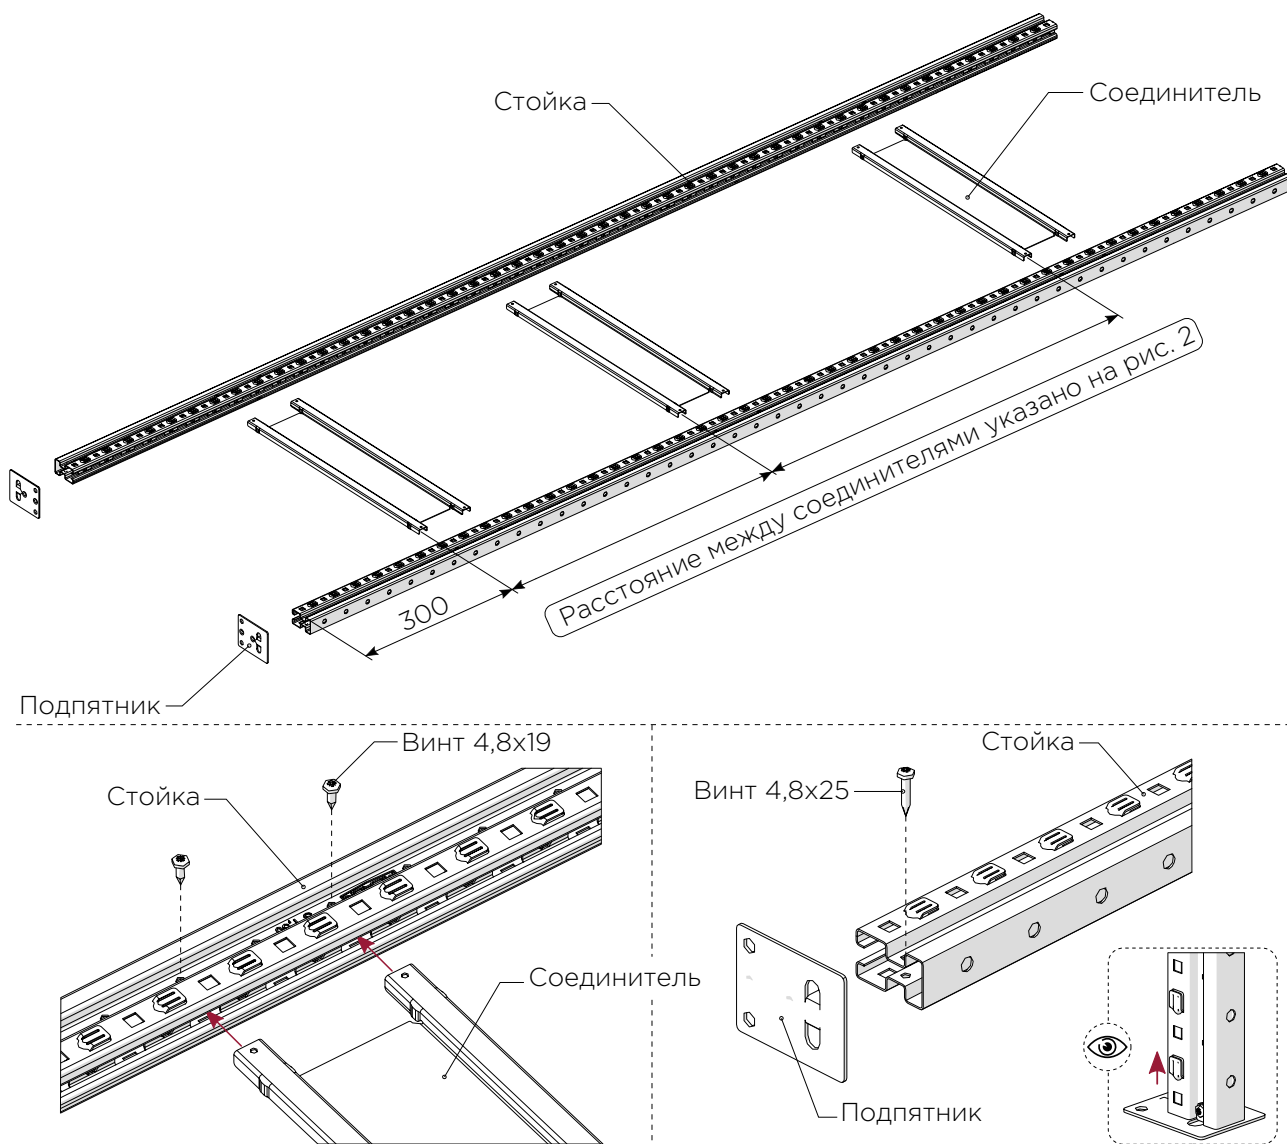
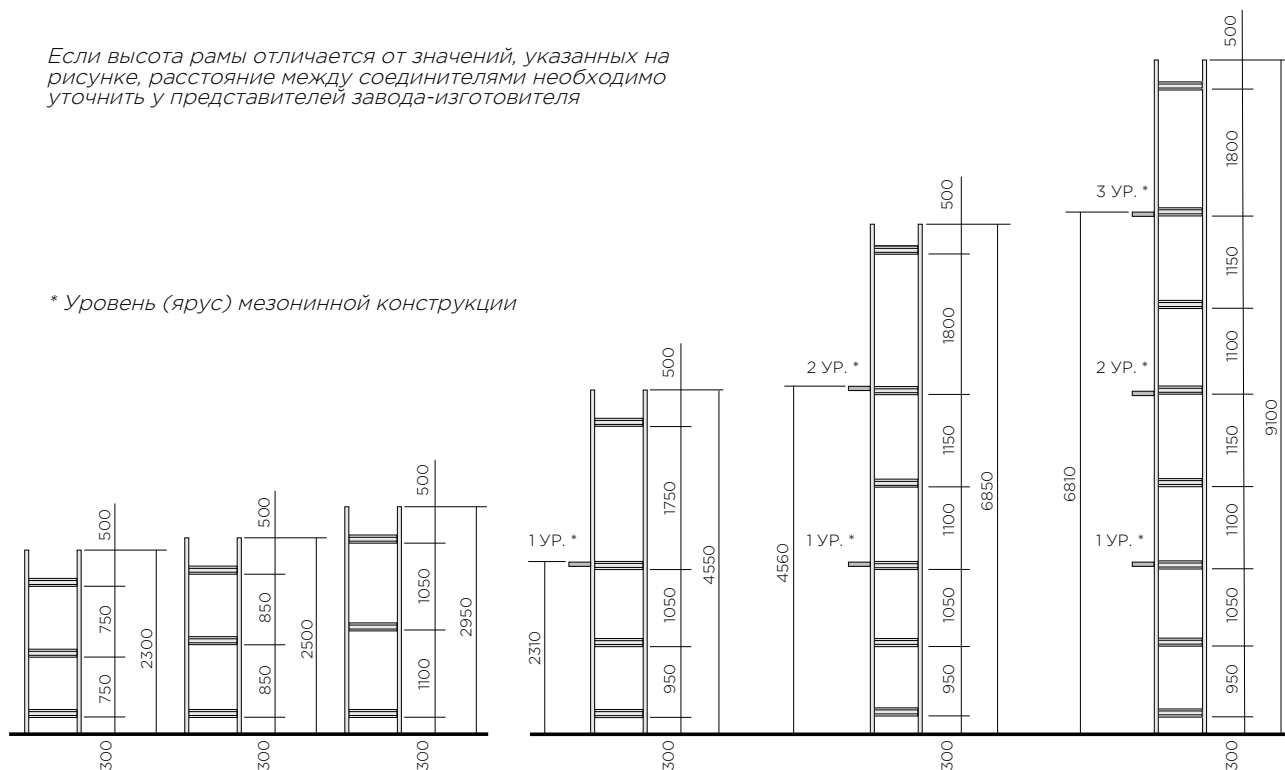

Рисунок 1 — Монтаж рамы
Рисунок 2 — Схема расположения соединителей
1. Собрать раму согласно комплектации, схеме монтажа (рис. 1) и схеме расположения соединителей (рис. 2) в соответствии с техническим заданием.